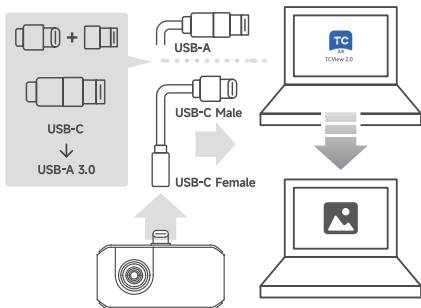

図 3.2.1
2. 付属のアダプタケーブルを使用して、M192 カメラを Windows ベースのコンピュータに接続します（図 3.2.1 を参照）。